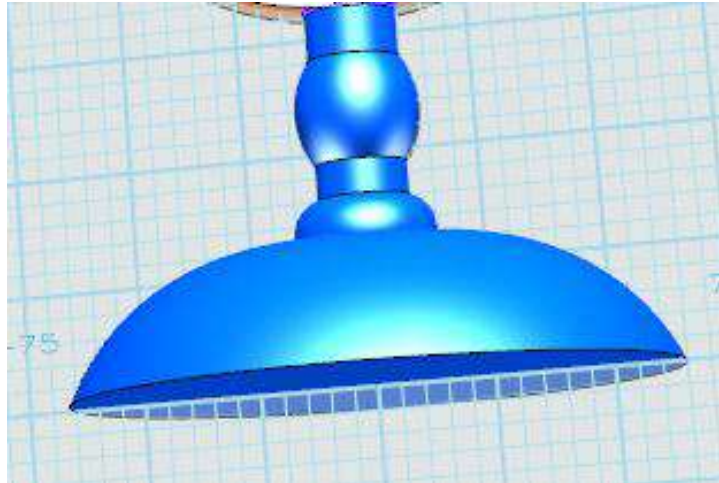

图 1-7
Step 7 选择“特征造型”  中的“旋转”  ，旋转轴线选择草图的竖线，旋转角度为 360 度，如下图 1-7 所示：